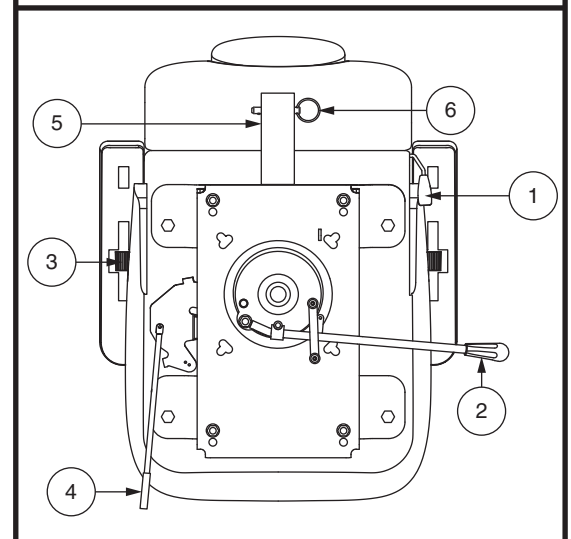

Figure 18. Réglage du siège
Si votre scooter est équipé d'un siège à dossier inclinable, vous pouvez changer l'inclinaison du dossier avec le levier de réglage du dossier. **Voir la figure 18.**
1. Tirer vers le haut l'avant le levier de rotation du siège afin de dégager le siège. **Voir la figure 18.**
Élevez ou abaissez l'inclinaison des accoudoirs en tournant la roulette de réglage sous l'accoudoir. **Voir la figure 18.**
1. Déplacez le levier coulissant du siège (situé sur le côté inférieur gauche du siège) vers l'extérieur. **Voir la figure 18.**
Le support d'accessoire monté à l'arrière vous permet d'attacher un accessoire personnel comme un panier, support pour marchette ou réservoir d'oxygène à l'arrière de votre scooter. Utiliser la goupille de verrouillage afin de bien fixer votre article au support d'accessoire. **Voir la figure 18.** Consultez votre détaillant autorisé pour plus de détails.